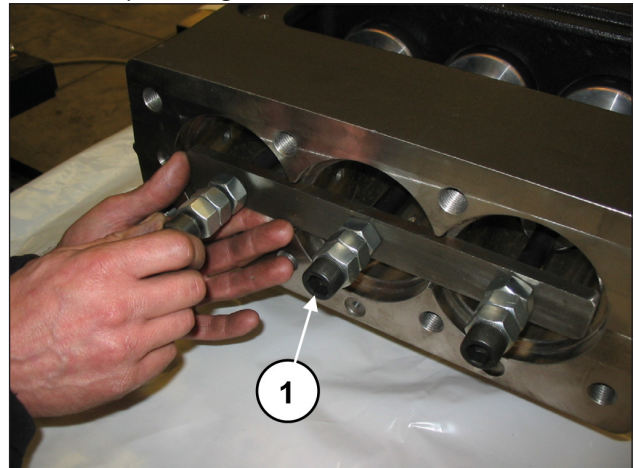

Fig. 39
Avance as semi-hastes na direção da parte hidráulica e bloqueie-as, mediante o uso da ferramenta adequada (cód. 27566200) (pos. ①, Fig. 39).